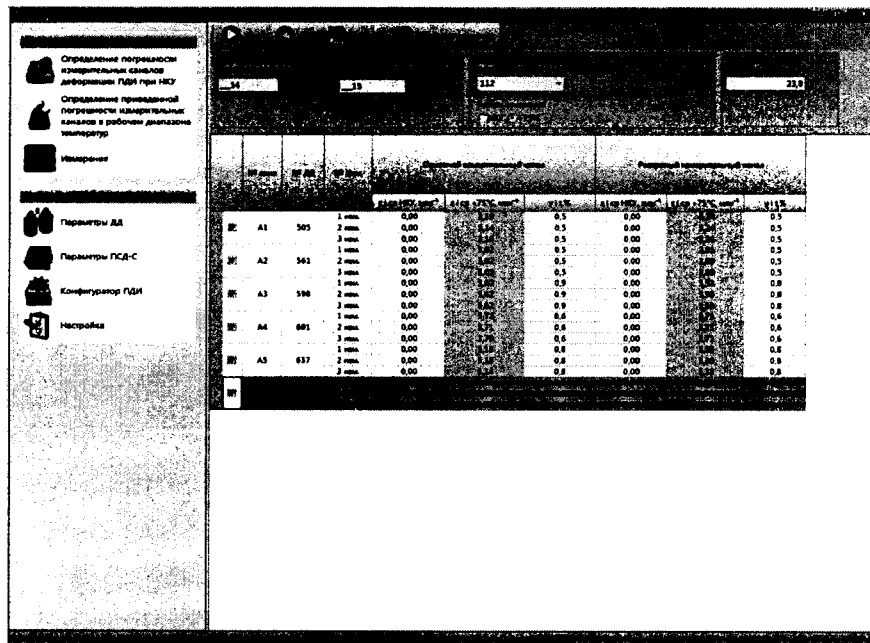
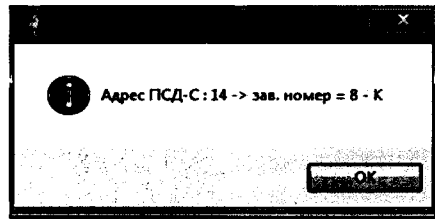

Рис. 32 – Задача «Определение приведенной погрешности измерительных каналов деформации в рабочем диапазоне температур»
Рис. 33 – Окно адреса ПСД-С
4.7.5 На экране главного окна программы «Поверка ПДИ» на панели задач нажать кнопку с названием «Определение погрешности измерительных каналов в рабочем диапазоне температур» (рис. 2), после чего на экране появится выбранная задача (рис. 32).
Произвести настройку параметров определения приведенной погрешности измерительных каналов в рабочем диапазоне температур. . Выбрать режим измерения, в котором он будут производиться «+75 °С». При выборе режима +75 °С в поле "Режим измерения" происходит изменение цвета столбца (рис. 32), данное изменение указывает на столбцы, в которых будет производиться отображение результатов измерения. В поле "Температура НКУ" ввести значение температуры окружающего воздуха в лаборатории, где проводится поверка. Далее следует выбрать ПДИ из выпадающего списка. "Адрес основного" и "Адрес резервного" канала вводятся автоматически при выборе ПДИ. Если адреса не ввелись автоматически или не соответствуют номеру ПСД-С, выбранного ПДИ, то следует ввести их вручную. Следует выбрать ДД, по которым будут производиться измерения, отметив их галочкой напротив номера ДД  (рис. 32).
Для проверки правильности проделанных установок, нужно нажать на кнопку «Тест» «Основного канала», расположенную рядом с выбранным ранее адресом ПСД-С (рис. 32). Если установки проведены правильно, то на экране появится сообщение с адресом ПСД-С (рис. 33).
4.7.6 Для начала измерений необходимо нажать на кнопку  (рис. 32) Измерения будут производиться в режиме +75 °С. После окончания измерения программа автоматически остановит измерение.